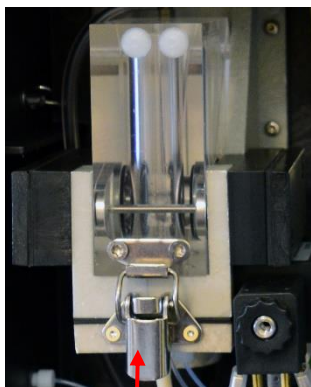

Figura 33
4. Desbloquee el bloqueo tensor (véase la figura 33), incline la cámara de medición hacia arriba y extraígalas.